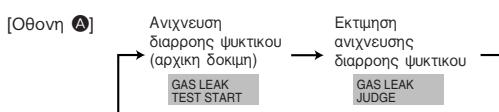

Fig. 8-2
- ② Πατηστε το κουμπι **④ CLOCK (▽)** και επιλεξτε [GAS LEAK TEST START] (ΕΝΑΡΞΗ ΔΟΚΙΜΗΣ ΔΙΑΡΡΟΗΣ ΑΕΡΙΟΥ). (Fig. 8-2)